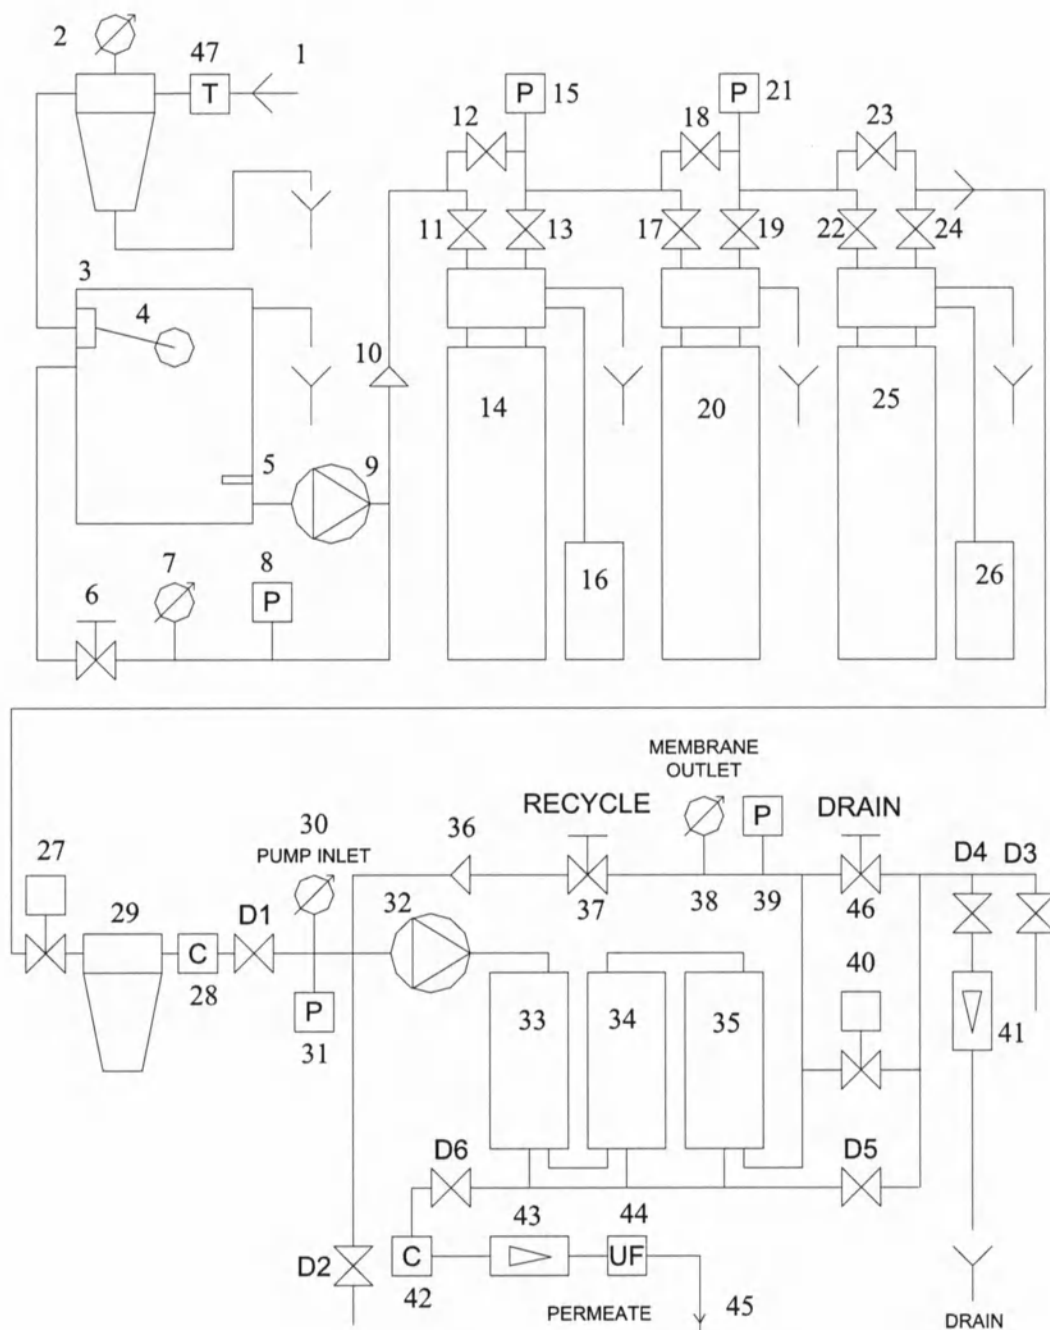

Рис.2
На рис.2 изображена гидравлическая схема установки, где:
3.2.1. Привести шаровые краны модулей предварительной очистки и обратного осмоса (см. рис.2) в рабочее состояние: